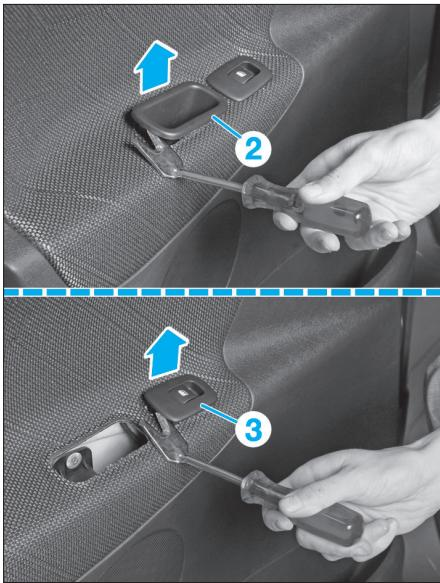

Fig. 66
- A l'aide d'un outil de dégrafoage, déclipser la poignée (2), puis la commande de vitre électrique (3) (Fig.66).